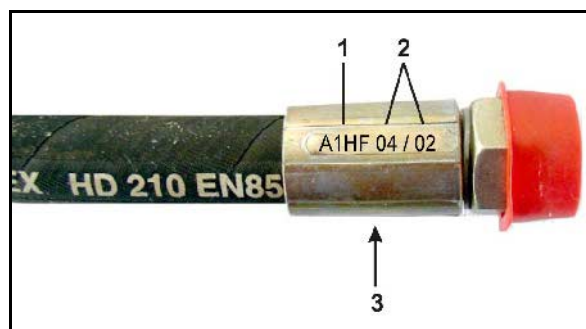

Рис. 120
- Семяпроводы (Рис. 120/1) сошников техколеи должны быть закреплены на тех выпускных отверстиях, которые могут закрываться при помощи заслонок (Рис. 120/2).
Для создания двух колеи в распределительной головке может закрываться следующее количество заслонок на одну колею (Рис. 120/2):
- Неиспользуемые заслонки (Рис. 120/2) деактивизируйте.